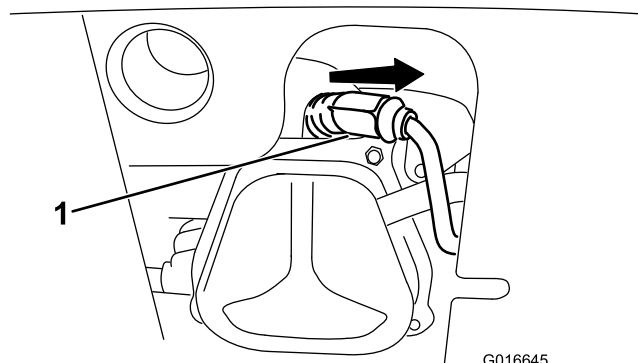

Figura 32
1. Togliete la guaina (Figura 32).